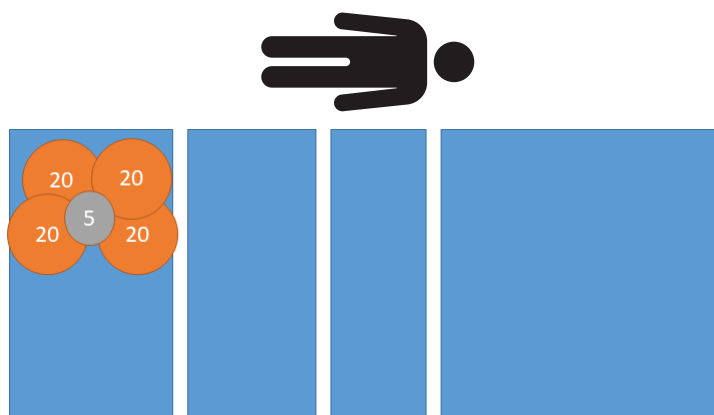

図 15 – 偏心試験 - 足部右側85 kg
3. 較正済み分銅を使用して、85 kgを製品の足部右側に載せます (図 15)。